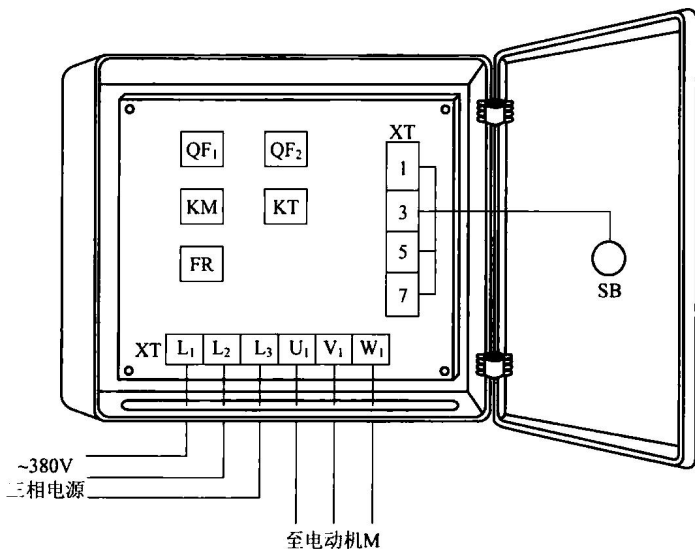

图 1.9 单按钮控制电动机启停电路(一)元器件安装排列图及端子图
4. 元器件安装排列图及端子图(图 1.9)
从图 1.9 可以看出,断路器 QF_1 和 QF_2 、交流接触器 KM ,失电延时时间继电器 KT 、热继电器 FR 安装在配电箱内底板上;按钮开关 SB 安装在配电箱门面板上。